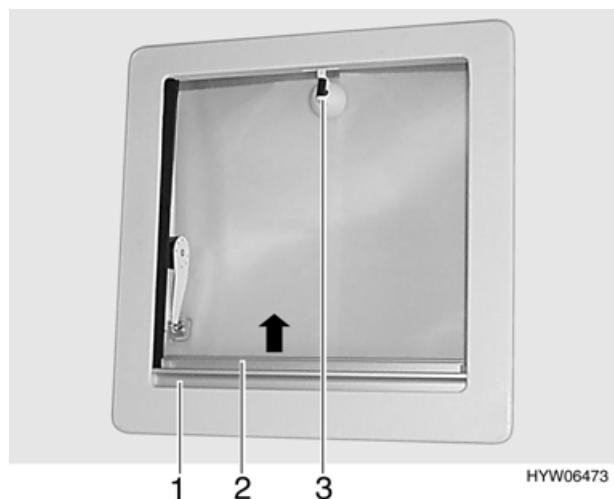

Bild 31 Kipp-Dachlüfter
- Zum Ausstellen den Hebel (Bild 31,3) eine viertel Umdrehung entgegen dem Uhrzeigersinn drehen und Kipp-Dachlüfter am Hebel nach oben drücken.
- Hebel (Bild 31,3) eine viertel Umdrehung im Uhrzeigersinn drehen.
- Faltverdunklung (Bild 31,1) in Pfeilrichtung ziehen und an gewünschter Position loslassen. Die Faltverdunklung bleibt in dieser Position stehen.
- Insektenrollo (Bild 31,2) in Pfeilrichtung ziehen, bis es an der Verriegelung an der gegenüberliegenden Seite einrastet.